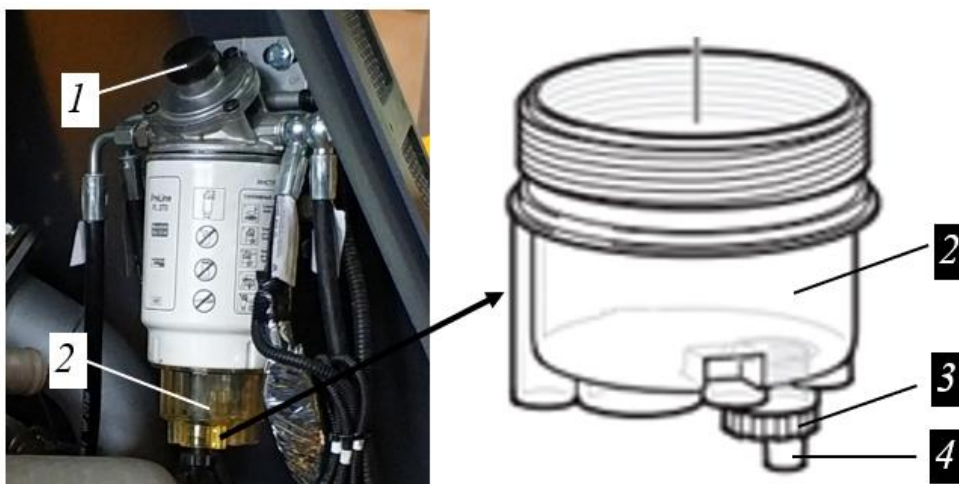

Рисунок 3.48. Фильтр предварительной очистки топлива PRELINE 270
Фильтр предварительной очистки топлива размещен в задней части моторного отсека (по ходу движения машины) с левой стороны, см. рис. 3.48.
- ▶ Разместить предварительно подготовленную емкость под сливным штуцером 4 резьбовой пробки 3, рис. 3.48;